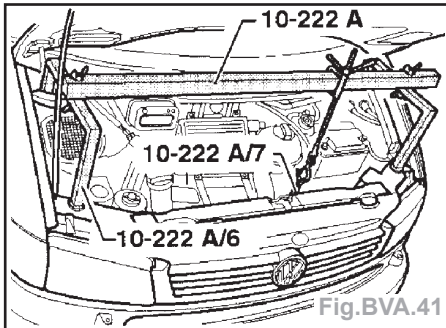

Fig.BVA.41
- Monter le dispositif de maintien **10-222A** avec les appuis **10-222A/6** (Fig.BVA.41).